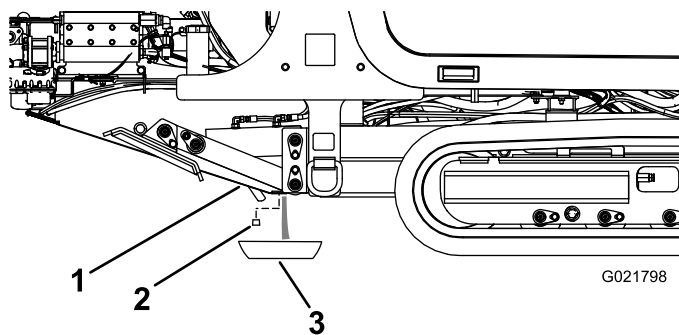

Рисунок 90
3. Ослабьте сливную пробку, пока из отверстия не начнет выходить вода и осадок (Рисунок 90).